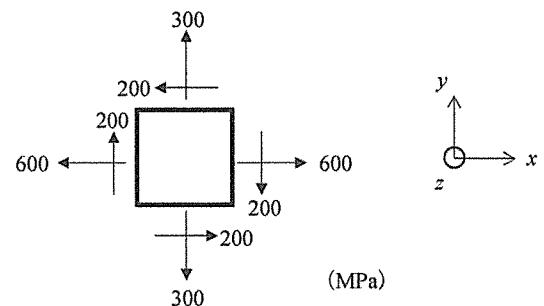

図 1
(1) 鉛とスズの二元系状態図の模式図を描き、電気回路などに用いる、はんだの組成を模式図上に指示せよ。ただし、融点は、鉛のほうがスズより高い。
(2) 鉄鋼材料において熱処理中の冷却速度を大きくする（拡散変態が起こる範囲内で）に従って熱処理後の引張試験時の降伏点が高くなつた。この理由を説明せよ。
(3) 図1の応力状態になつたら降伏した剛塑性体の降伏点は何 MPa か、トレスカの降伏条件によつて求めよ。ただし、 $z$ 面は自由面である。